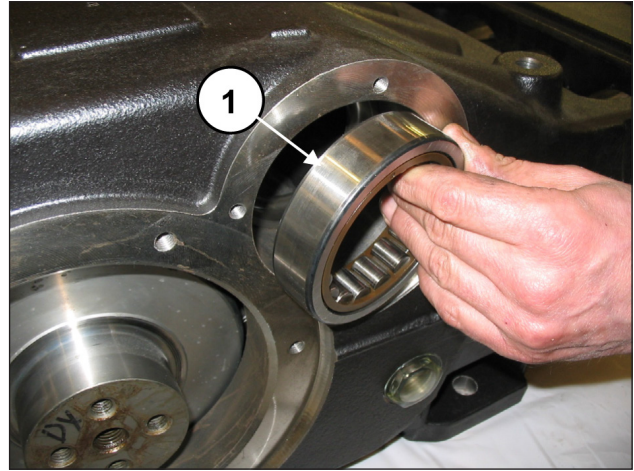
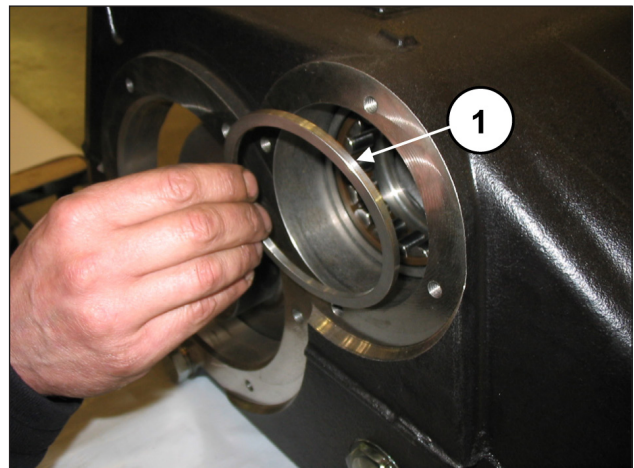
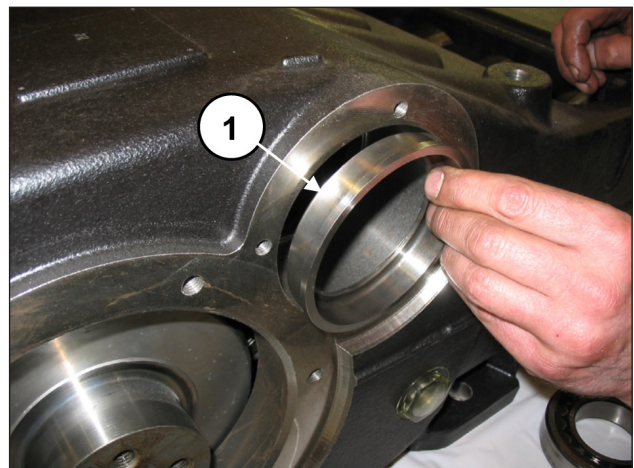

Abb. 36
Abb. 37
Abb. 38
Ziehen Sie mithilfe einer ausreichend langen Stange (Pos. ①, Abb. 36) und eines Schlagwerks die Lagerringe vom Pumpengehäuse (Pos. ①, Abb. 36), den Distanzring des Außenlagers (Pos. ①, Abb. 37) und die Schmierbuchse der Lager ab (Pos. ①, Abb. 38).